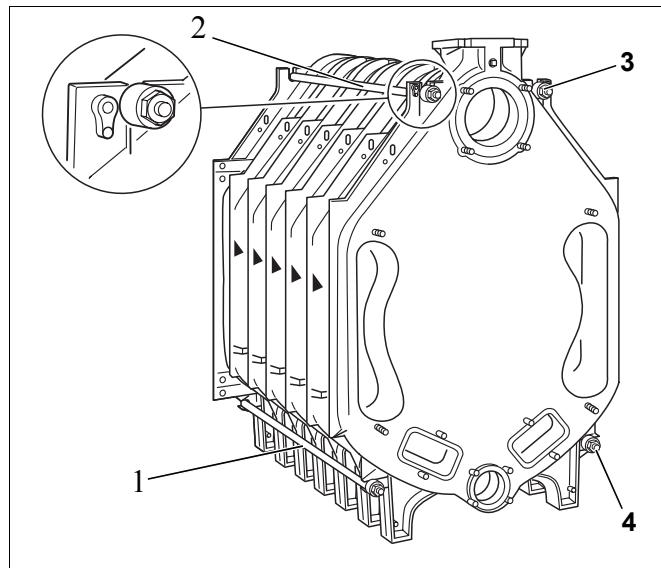

Fig. 22 Montaggio dei tiranti
- ▶ Inserire i tiranti nelle camme di ghisa con i pacchetti elasticici già applicati a sinistra e a destra, sopra e sotto accanto ai mozzi della caldaia (fig. 22, [1] a [4]).